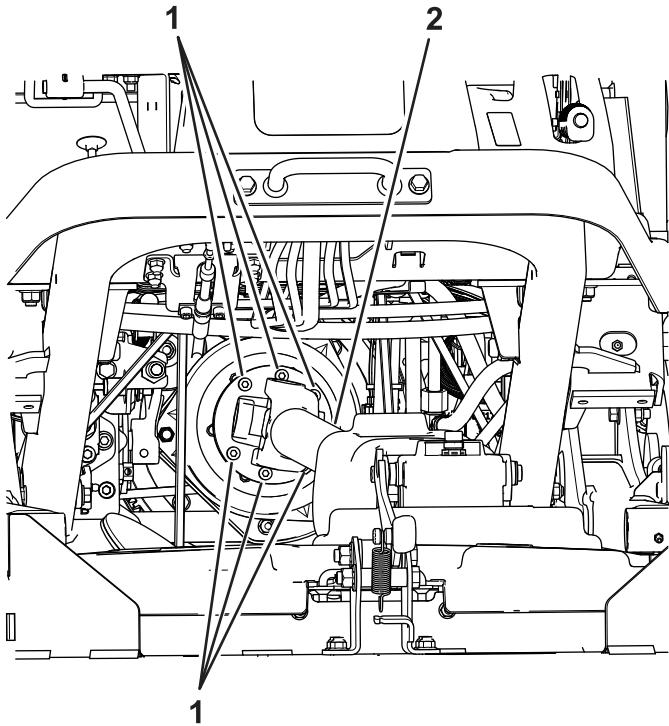

Figure 2
3. Retirez les 6 boulons qui fixent l'arbre d'entraînement à l'embrayage (Figure 2). Mettez les fixations au rebut.
5. Installez le nouvel arbre d'entraînement sur l'embrayage à l'aide de 6 boulons à tête hexagonale creuse (M8-1,25 x 30 mm) ; voir **Figure 2**.